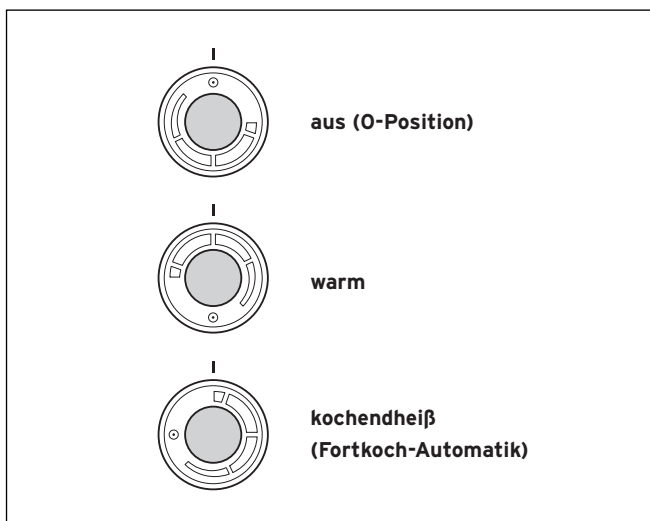

Abb. 3.2 Temperaturwähler
- Achten Sie darauf, dass das Gerät ausgeschaltet ist (Temperaturwähler (3) in „0“-Position).
- Heben Sie den Gerätedeckel (1) ab. Drücken Sie dazu dessen vordere Griffleiste nach oben, bis sie ausrastet. Heben Sie nun den hinteren Teil des Gerätedeckels an.
- Stellen Sie den Temperaturwähler auf „warm“ (siehe Seite 4 Abb. 3.2), und schalten Sie das Gerät ein.
- Füllen Sie das Gerät so weit mit Wasser auf, bis es aus dem Überlaufrohr (7) fließt.
- Drehen Sie dann das Füllventil (9) auf. Lassen Sie das Wasser zum Durchspülen des Gerätes 5 Minuten durch das Überlaufrohr strömen.
- Entleeren Sie das Gerät über das Warmwasser-Zapfventil (8).